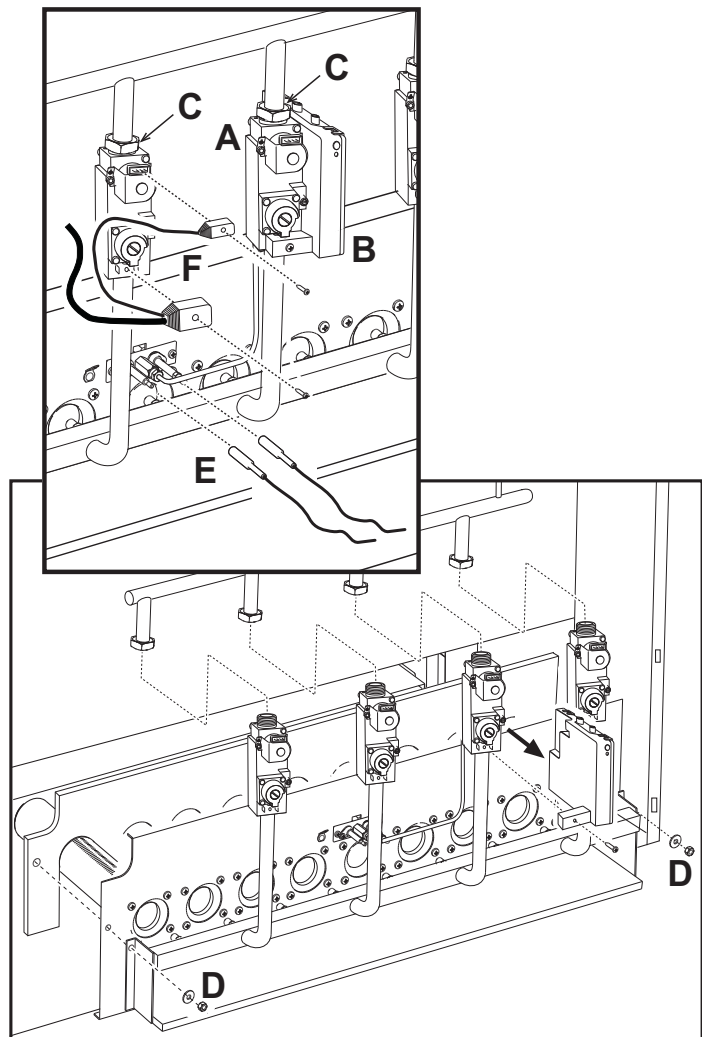

рис. 7 - Демонтаж и очистка горелок
- Откройте два винта, крепящие электронный блок контроля за пламенем (поз. В - рис. 7) к газовому клапану (поз. А - рис. 7), и отсоедините последний от клапана.
- Откройте винты крепления разъемов (F) к газовым клапанам и отсоедините последние от клапанов.
- Отвинтите гайки крепления трубы подачи газа, расположенной перед газовыми клапанами (поз. С - рис. 7).
- Развинтите две гайки крепления дверцы камеры сгорания к чугунным элементам корпуса котла (поз. D - рис. 7).